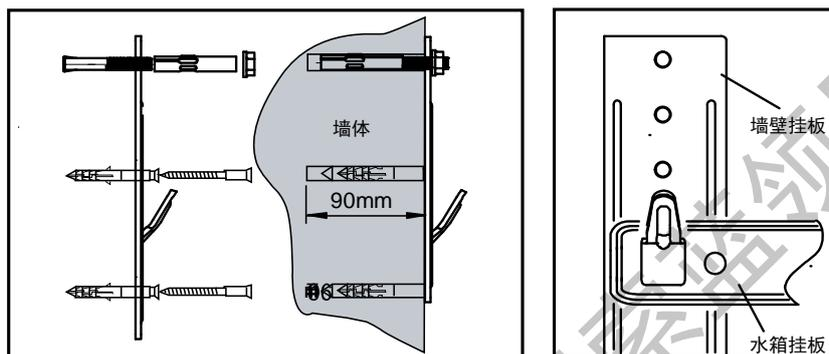
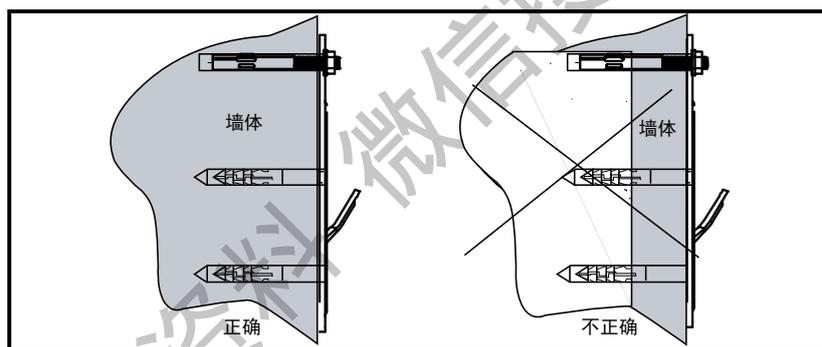

图 4.1
图 4.2
4) 用膨胀螺钉将挂板固定在墙体上, 如图4.1所示; 图4.2警示: 墙壁必须有足够的厚度。
注意：所配的安装附件仅能用于坚固的墙体。不恰当安装的热水机有可能会掉落，如图 4.2 所示。